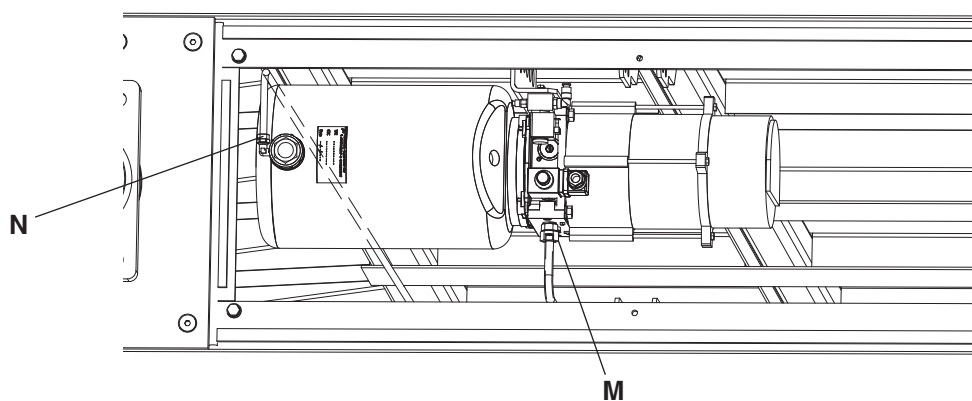

Fig. 22
- Collegare il tubo rigido (**M**) e il tubo flessibile (**N**) alla centralina (**fig. 22**).
- Connect pipe (**M**) and flexible hose (**N**) to control unit (**fig. 22**).
- Das Rohr (**M**) und den Schlauch (**N**) an die Steuereinheit schließen (**Abb. 22**).
- Brancher le tuyau rigide (**M**) et le tuyau flexible (**N**) au boîtier (**fig. 22**).
- Conectar el tubo rígido (**M**) y el tubo flexible (**N**) a la central (**fig. 22**).